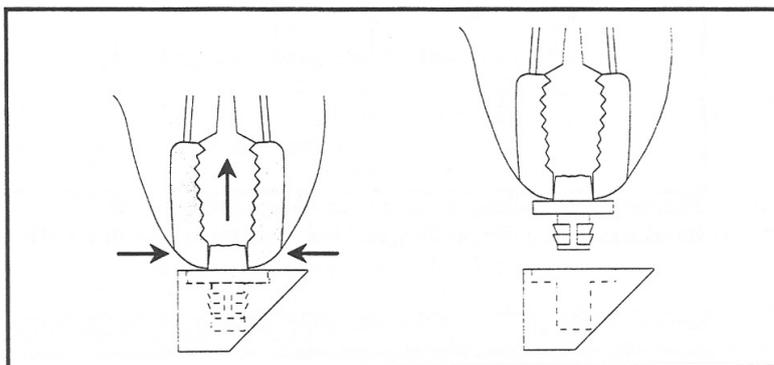

図 3.3 壊れたピンを取り除く。ピンの破片が残っていないか注意。
- 2、ペンチ、プライヤーなどの道具で、壊れたグリルピンを真上に取り除いてください。(図 3.3 参照)ピンが完全に取り除かれ、破片などが穴に残っていないかを確認してください。